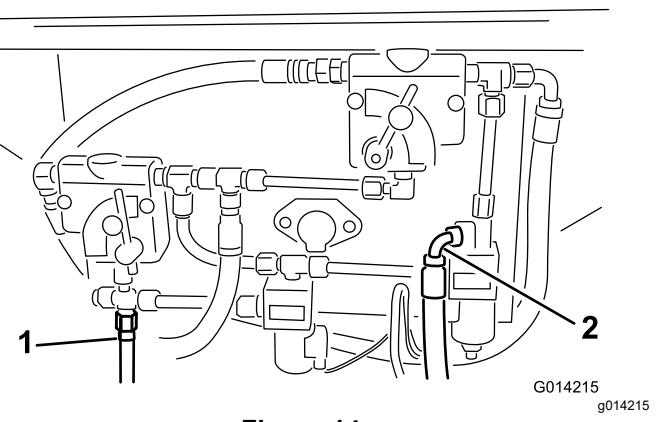
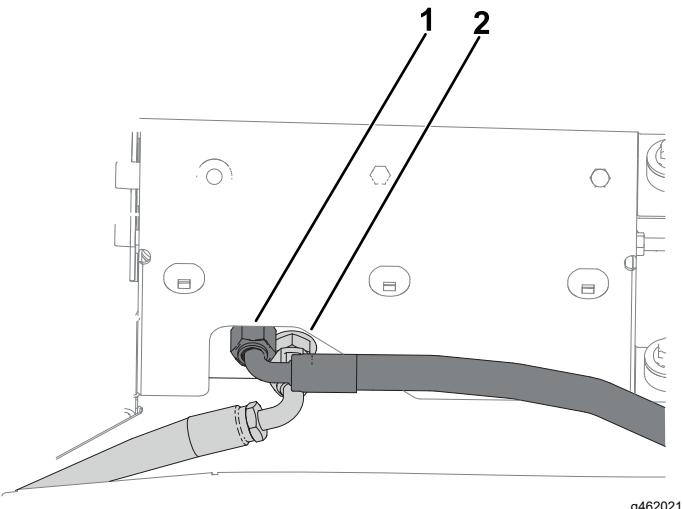
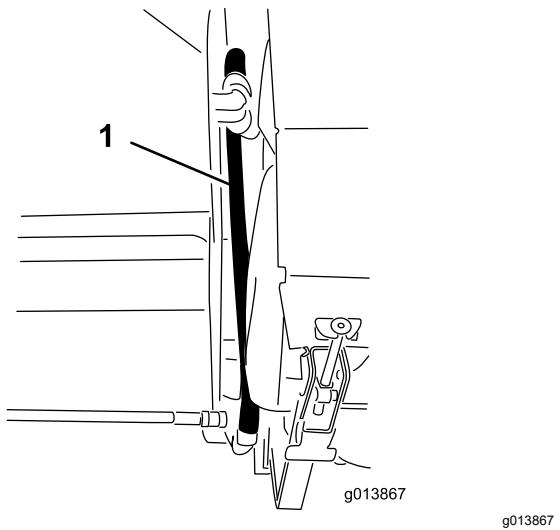
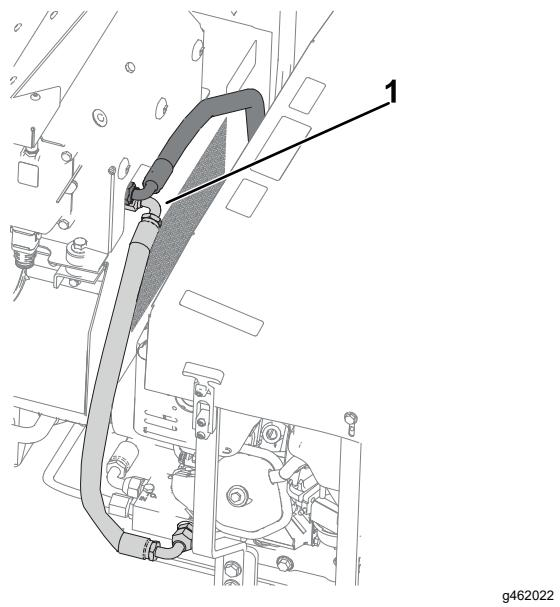

Figure 14
Figure 15
Figure 16
Figure 17
11. Identifiez les raccords de retour et de pression sur le modèle de base de la machine. Reportez-vous à la Figure 14 pour les versions SH et à la Figure 15 pour les versions EH.
12. Si des flexibles de pression et de retour sont installé aux emplacements indiqués à la Figure 14 et la Figure 15, enlevez-les.
13. Branchez les flexibles hydrauliques au panneau de commande hydraulique. Reportez-vous à la Figure 14 et la Figure 16 pour les versions SH et à la Figure 15 et la Figure 17 pour les versions EH.